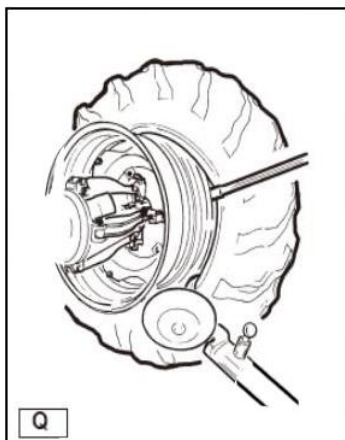

Рисунок 27
- Вставьте рычаг между ободом и бортиком справа от съемного рычага (см. рис. 27).